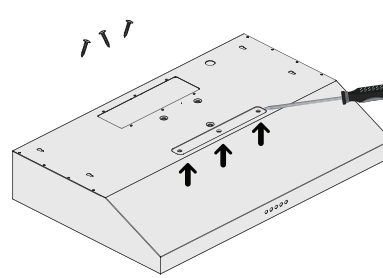

Figure 3
- Lors de l'installation avec fonction de recirculation interne, dévisser les trois vis de la plaque supérieure de la hotte (voir figure 3).